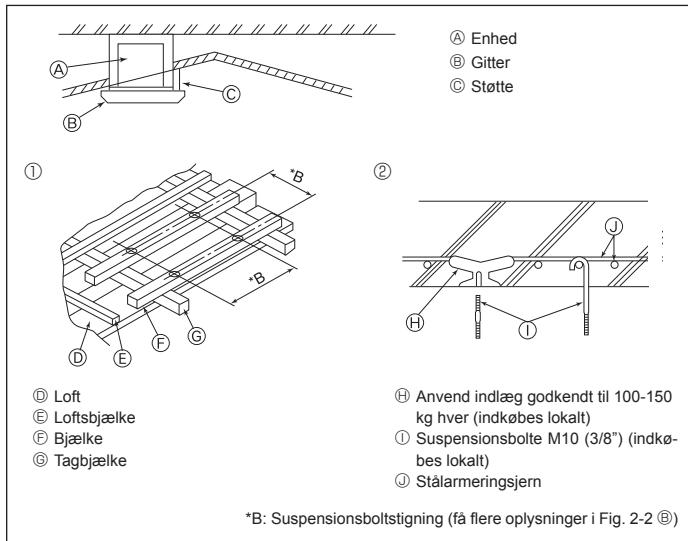

Fig. 2-4
2.4. Ophængningskonstruktion (giv ophængningsstedet en stærk konstruktion) (Fig. 2-4)